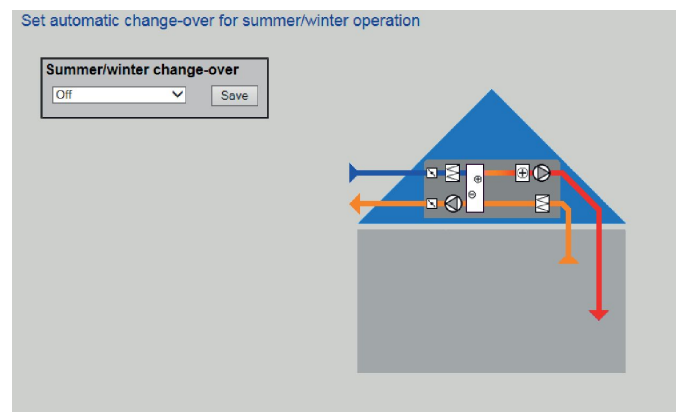

Рис. 36: Смена режима лето/зима
2. Выберите желаемый тип управления из выпадающего списка (Рис. 36/1).